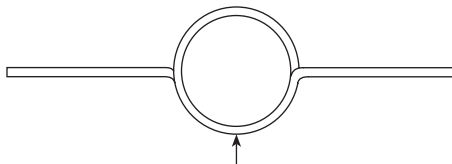

Fig. 11 Attacher (relâcher la bobine) pour le montage de la tige de sonde
2. Retirer la sonde (si installée) et monter une paire de câbles de test à l'extrémité de la tige de sonde, à 90° entre chaque câble et à 10 mm maximum de l'extrémité de la tige (voir Fig. 11 et 12).